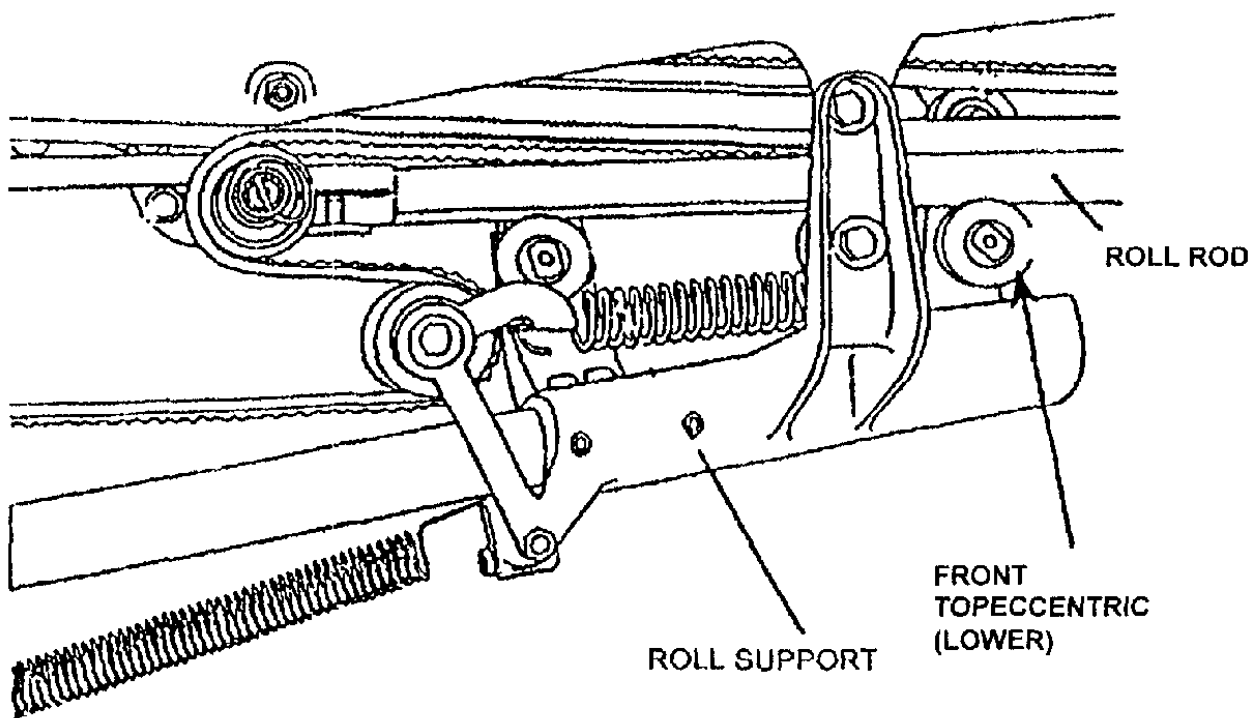

Рисунок 44
2. Опустите верхнюю часть переднего эксцентрикового валика в самое нижнее положение так, чтобы между валиком и остальными частями механизма образовалось самое большое расстояние (рис.44).